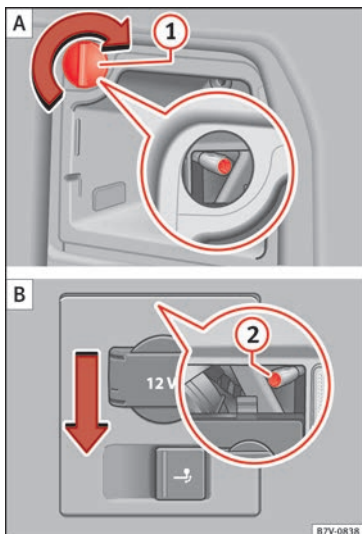

Fig. 112 En el lateral del maletero: desmontar las luces posteriores izquierda y derecha. ① retirar el capuchón; ② tornillo de fijación.
3.	Gire el capuchón ① 90° en el sentido de la flecha y retírelo.
4.	Desenrosque el tornillo de fijación » fig. 112 ② con el destornillador de las herramientas de a bordo » pág. 88. El tornillo queda asegurado en su posición.